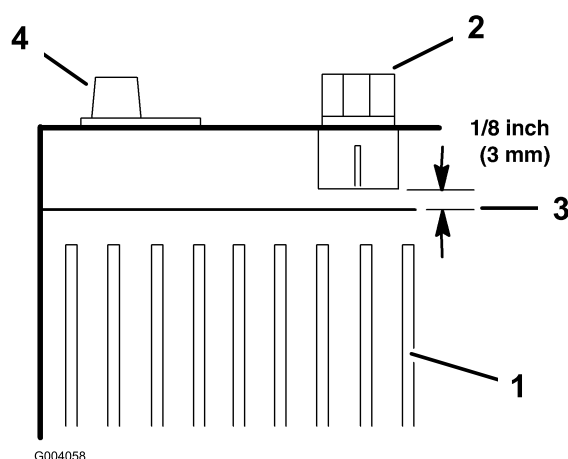

Figura 37
7. Añada suficiente agua destilada para que el nivel de electrolito llegue a 3 mm por debajo del fondo de cada hueco de llenado (Figura 37).